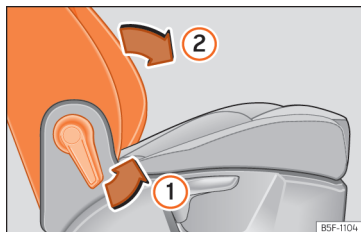

Fig. 132 Sedile del passeggero anteriore: leva di ribaltamento dello schienale.
- Tirare la leva ① »» fig. 132 e spingere lo schienale in avanti ② finché lo schienale non sarà in posizione orizzontale.